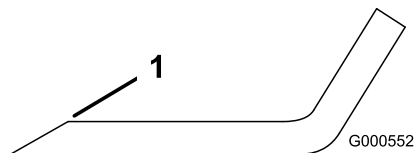

Figure 88
1. Au moyen d'une lime, aiguisiez les tranchants aux deux extrémités de la lame (Figure 88).
Remarque: Si la lame est déséquilibrée, limez un peu l'extrémité de l'ailette seulement (Figure 88).